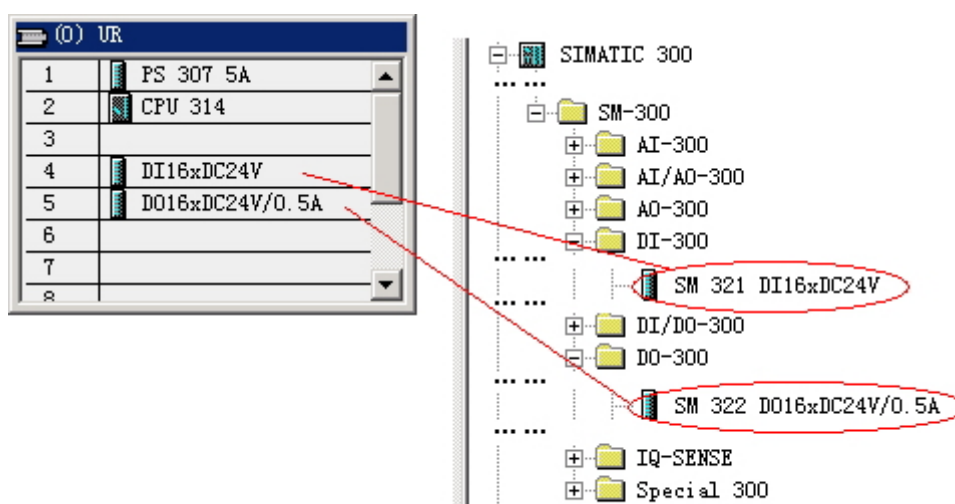

图 1-5 向主机架中添加信号模板、功能模板、通信处理器等
- 4 至 11 号槽中可以添加信号模板、功能模板、通信处理器等，上述模板分别在硬件目录中的 SM-300，FM-300 和 CP-300 目录下。例如，图 1-5 向主机架中添加了一个数字量输入模板和一个数字量输出模板。